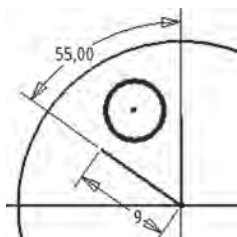

Рис. 19
- Выбираем команду «Окружность» и ставим *примитив* примерно внутри *дуги окружности* (рис. 19).